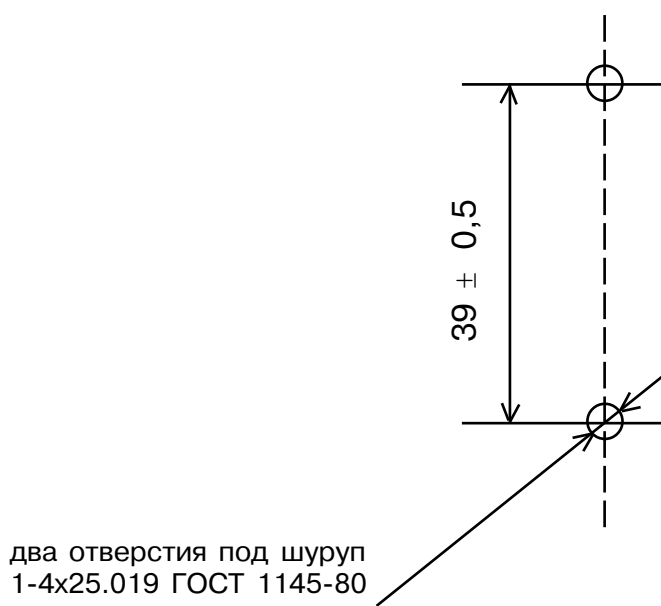

Рис.1
- б) произведите разметку согласно рис. 1;